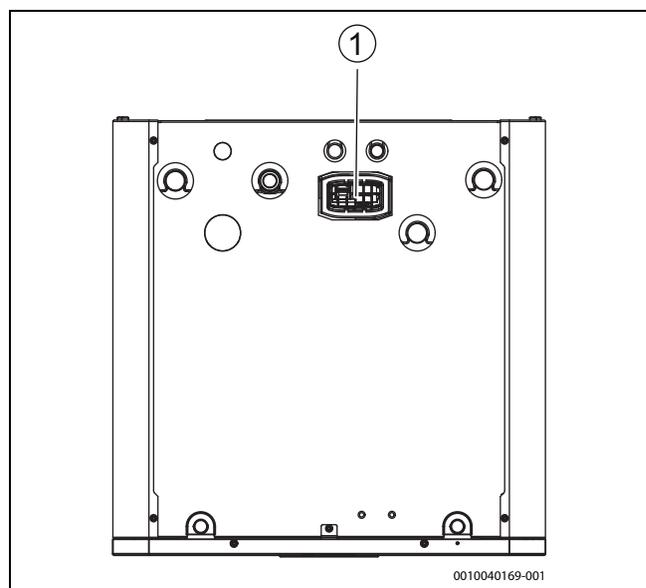

Bild 17 Halter für Connect-Key
- Modul in den Halter einsetzen (→ [1], Abbildung 17). Wenn das Modul richtig eingesetzt wurde, blinkt eine LED.